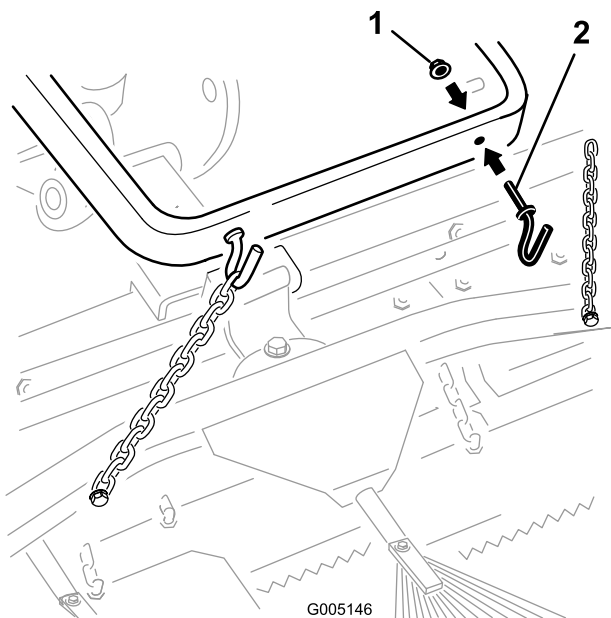

図 6
A. フランジナット2個 ((3/8 インチ)) を使って、昇降アームの後部にフック2個を取り付ける (図 6)。チェーンを希望の長さにしてフックに固定する。